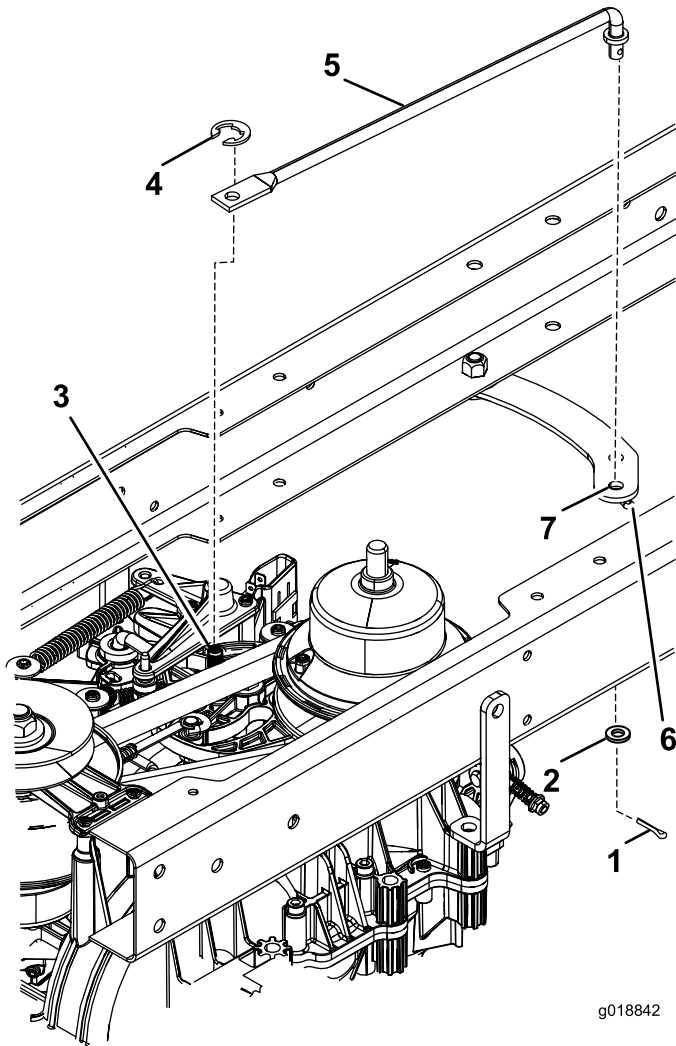

Figura 3
4. Instale el brazo de acoplamiento trasera del control de movimiento usando la arandela plana y la chaveta (Figura 3) suministradas con este kit y la arandela de retención existente del paso 2.